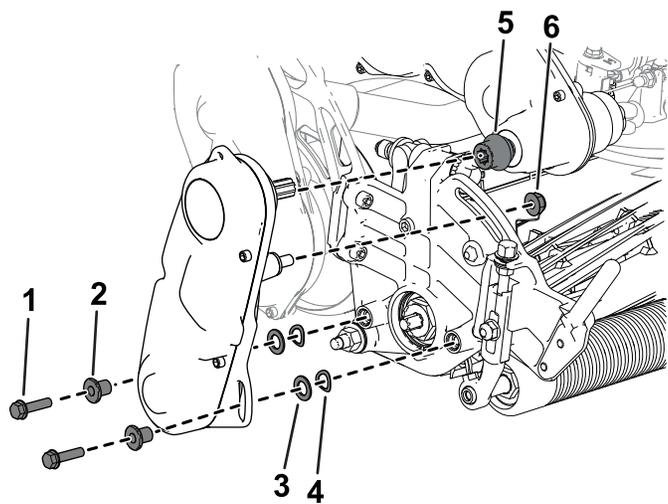

Figure 45
6. Fixez le système d'entraînement du cylindre à la plaque latérale de l'unité de coupe à l'aide des vis à tête creuse, des rondelles et des entretoises retirées précédemment (Figure 45).
Vérifiez que l'arbre d'entraînement de cylindre est bien installé sur le coupleur de l'arbre de transmission (Figure 45).